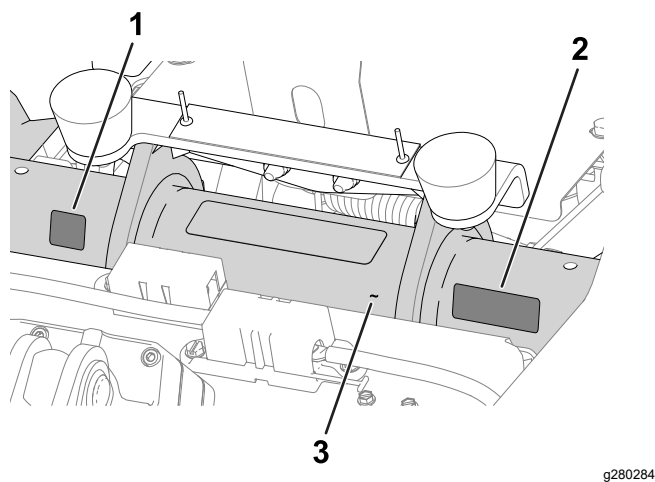

Figura 11
- **Adesivo dell'anno di produzione e adesivo CE/UKCA:** applicate gli adesivi sul tubo del telaio sotto il sedile e la targhetta del numero di serie; fate riferimento a Figura 11.